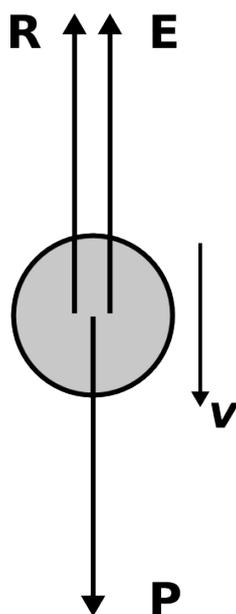

Figura 1: Diagrama de cuerpo libre de una esfera en el seno de un fluido viscoso.
Cuando un cuerpo se mueve en caída libre en el vacío, el mismo se encuentra sometido sólo a la acción de su peso. Su aceleración es constante (e igual a " $g$ ") y su velocidad aumenta proporcionalmente con el tiempo. ¿Qué diferencia hay cuando el movimiento de caída ocurre en un fluido viscoso, ya sea en aire o en un líquido?. En la Figura 1 se muestra el diagrama de cuerpo libre para un cuerpo que cae en un medio viscoso. Además de a su propio peso  $P$ , el cuerpo es sometido a una fuerza denominada "empuje"  $E$  (por el principio de Arquímedes), de sentido contrario al peso, por el solo hecho de encontrarse sumergido. Además, si el cuerpo se mueve aparece una fuerza viscosa  $R$  que se opone al movimiento del cuerpo. A diferencia de la fuerza de rozamiento dinámico entre dos superficies, esta fuerza viscosa es proporcional a la velocidad y depende también del tamaño y forma del cuerpo.
donde  $\eta$  es el coeficiente de viscosidad del fluido y  $v$  su velocidad. Planteando la segunda Ley de Newton a partir de las fuerzas ejercidas sobre el cuerpo (Figura 1) se obtiene la siguiente relación (4) :